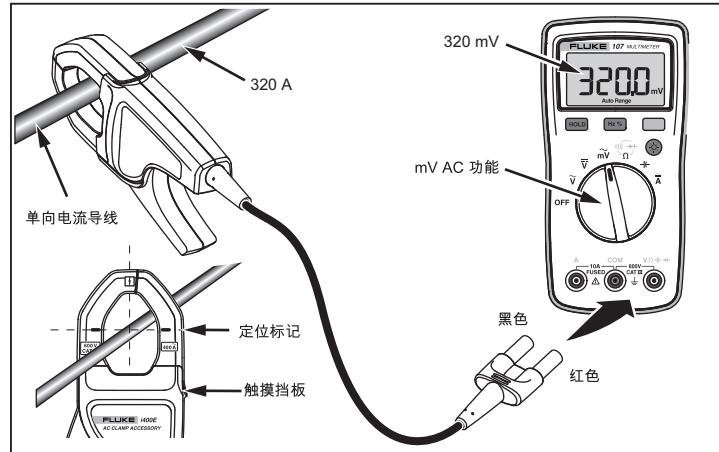

图 1.i400E 使用设置
本产品使用方法 (见图 1) :
3. 将本产品固定在待测的带电导线上。确保夹口在导体上紧密闭合。导线安置在夹口定位标记中间位置时, 本产品具有最高的精度, 参见图 1。
为避免触电或人身伤害, 将手指放在触摸挡板后面, 参见图 1。